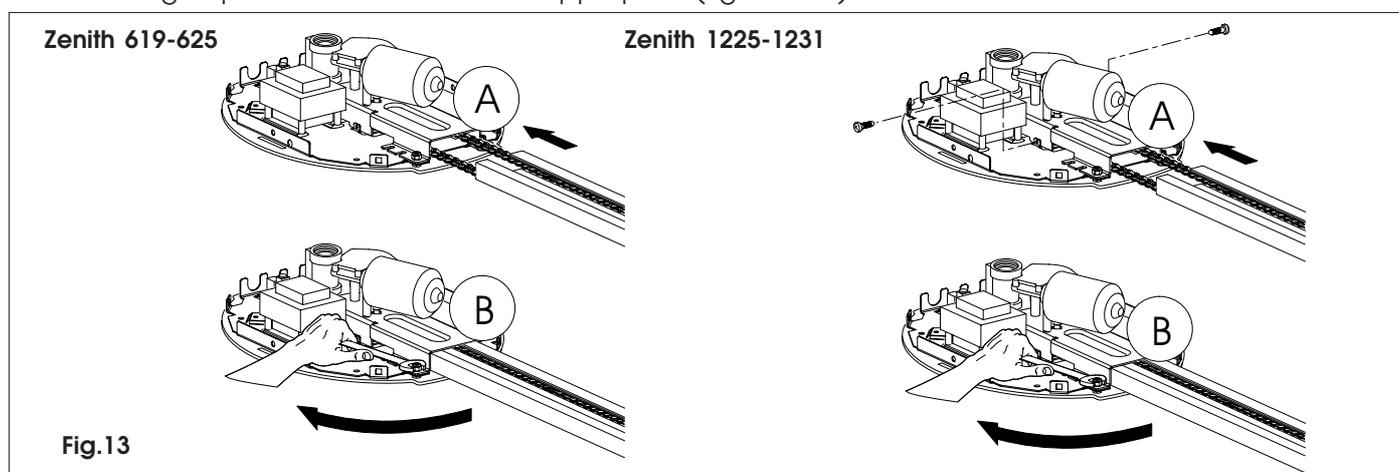

Fig.13
6.8 Positionner à nouveau le groupe moteur et insérer le longeron conformément à la figure 13 (rif.A) jusqu'à la limite.
6.9 Serrer le groupe moteur avec une clé appropriée (fig. 13 réf.B).